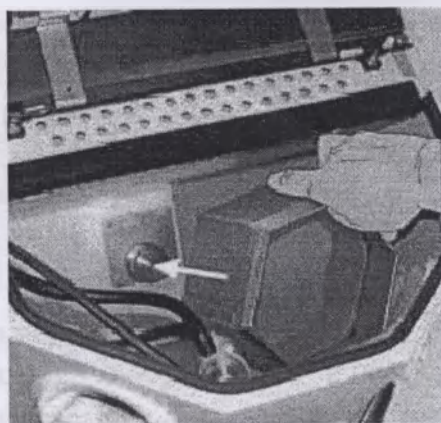
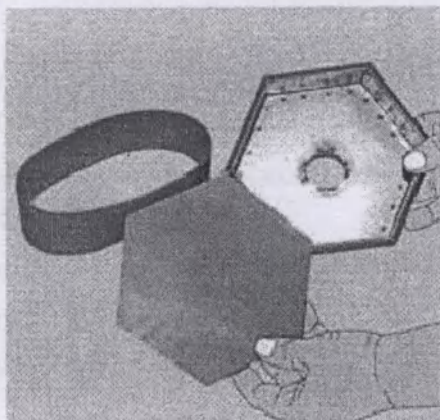

Рис. 14
Рис. 16
6. Вставьте струйную корзинку путем нажатия на фланец мотора (рис. 14). Проследите, чтобы в струйной корзинке был 6-угольный резиновый коврик (рис. 16).